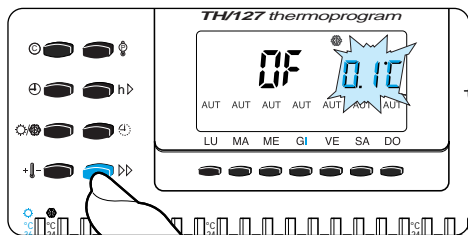

Fig. 39
13.2 - Premere il pulsante \gg (fig. 39) sino a raggiungere il valore di offset desiderato.